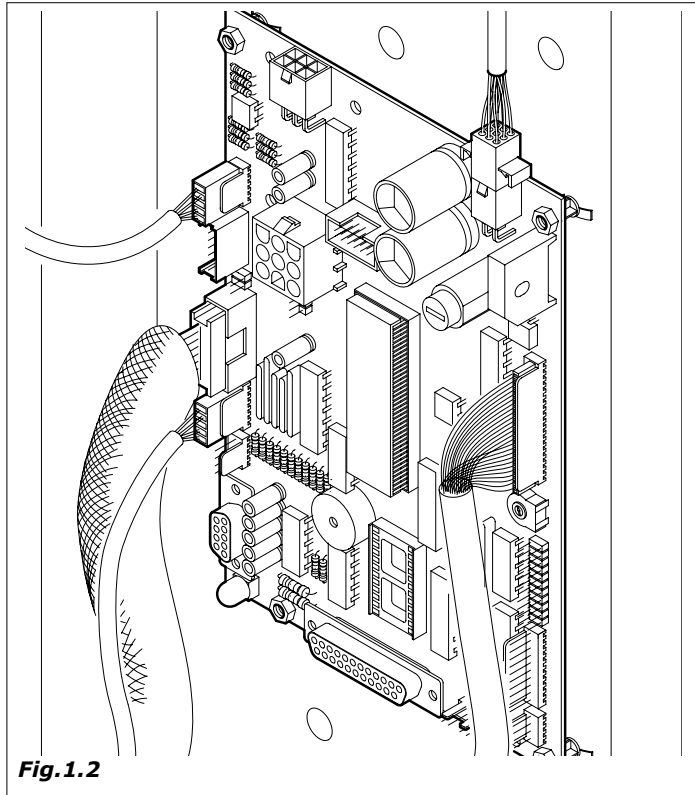

Fig. 1.2
- versione del programma contenuto nel microprocessore (targhetta adesiva sul componente montato sulla scheda Master) (Fig.1.2).